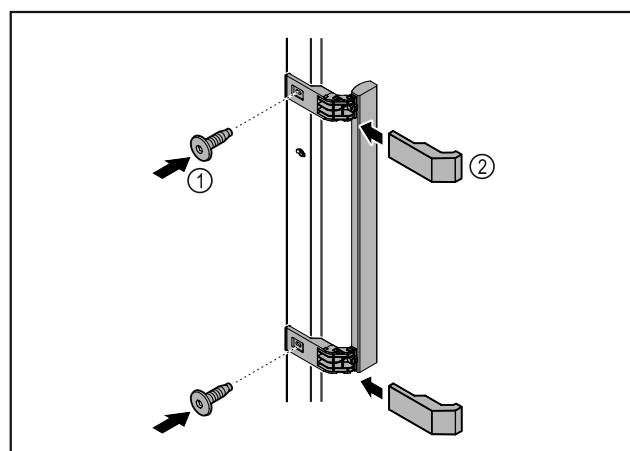

Fig. 51
- ▶ Установите на двери ручку из набора принадлежностей, используя прилагающиеся винты Fig. 51 (1).
- ▶ Установите крышку Fig. 51 (2).